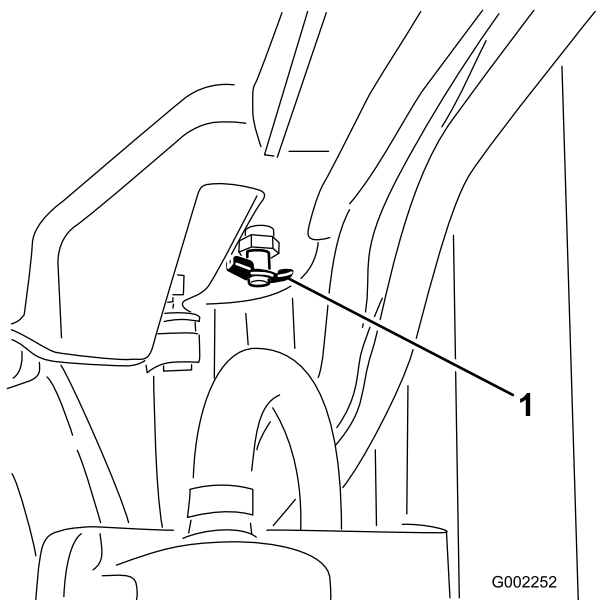

Figura 53
4. Abra el tapón de vaciado (Figura 53) y deje que el refrigerante se drene al recipiente.